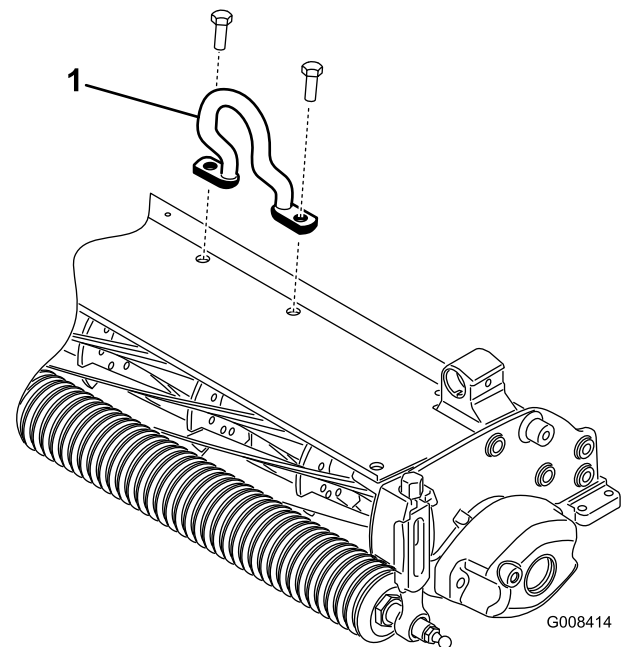

図 12
2. M10-1.5 ボルト（2 本）を使用して、カッティングユニット上部にオフセット・リフト・フック（図 12）を取り付ける。各ボルトを 3.46～4.15 kg.m にトルク締めする。（34-40 N・m）オフセット・リフト・フックは、フックを前に向けて取り付ける。